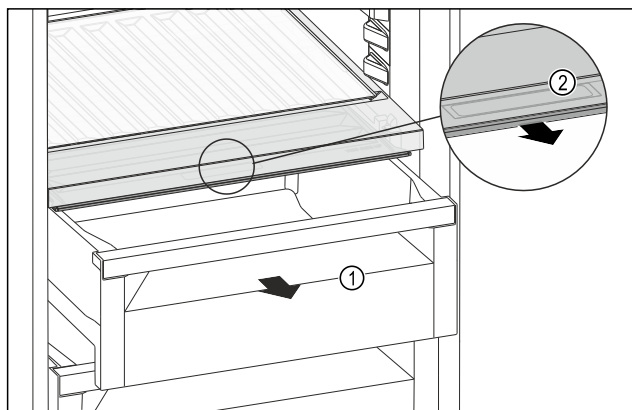

Fig. 177
- ▶ Izvucite ladicu Fig. 177 (1).
- ▶ Primite ručku Fig. 177 (2) na poklopcu pretinca i istodobno povucite poklopac pretinca prema naprijed.